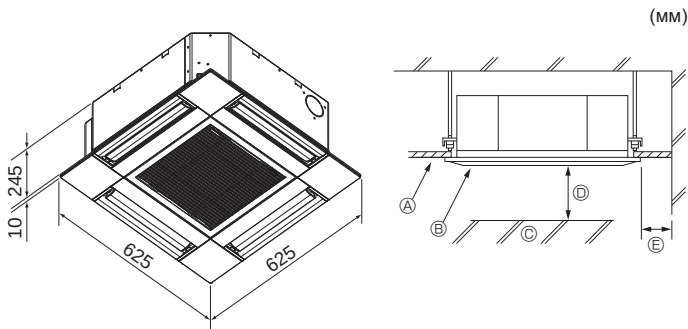

Fig. 3-1
3.1. Внутренний блок (Fig. 3-1)